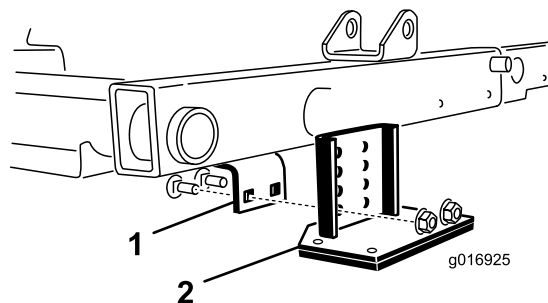

Bild 30
- 2. Finden Sie die Rahmenhalterung über der mittleren Schneideinheit (Bild 30).
- 3. Drücken Sie die Frontrolle der mittleren Schneideinheit nach unten und ermitteln Sie, welche Löcher in der Kipphalterung mit den Löchern in der Rahmenhalterung ausgefluchtet sein müssen, um denselben Rollenkontakt zu erhalten, wenn die Kipphalterung montiert ist (Bild 30).
- 4. Senken Sie die Schneideinheiten ab und befestigen Sie die Kipphalterung mit den im Lieferumfang des Kits enthaltenen zwei Schlossschrauben und den zwei Muttern am Rahmen (Bild 30).